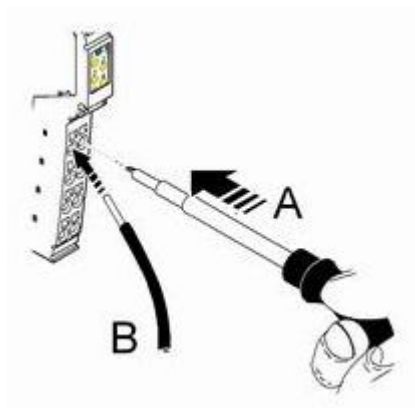

Abb. 10-24: Anschließen von Leitungen an die Zugfederanschlüsse
3. Stecken Sie einen Schraubendreher so weit in den Betätigungsschacht des entsprechenden Klemmpunktes (A in Abbildung 10-24), dass Sie die Ader in die Öffnung der Feder stecken können.
4. Stecken Sie die Ader ein (B in Abbildung 10-24).